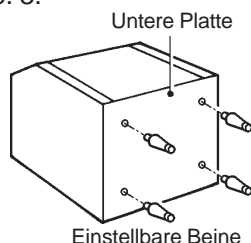

Abb. 3
- 1) Die vier mitgelieferten Beine (Zubehörteile) ganz in die Unterseite des Vorratsbehälters einschrauben. Siehe Abb. 3.